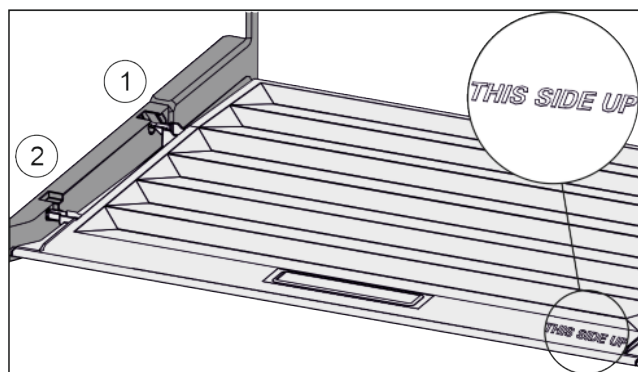

Fig. 31
- ▶ Deckelstege über Öffnung der hinteren Halterung Fig. 31 (1) einführen und vorne in Halterung Fig. 31 (2) einrasten.